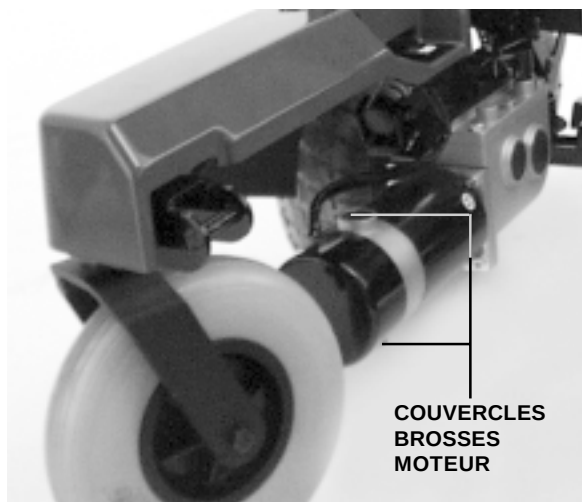

Figure 29. Couvercles brosses moteur
3. Enlevez les couvercles des brosses (voir la figure 29).